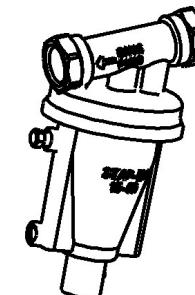

Рисунок 1.
3.1 Монтажная настройка регуляторов производится с помощью шестигранного ключа S3 путём поворота настроичного элемента регулятора на заданное количество оборотов (см. рисунок 1).